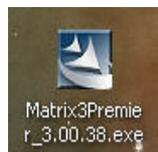

ABB. 3
3. Doppelklicken Sie das Symbol „Matrix3Premier.exe“ (ABB. 3).